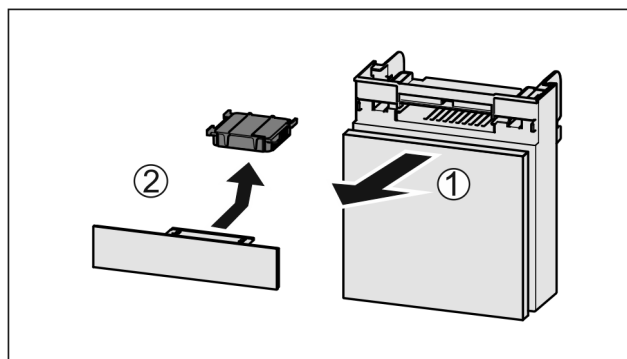

Fig. 134
- Dra ut Fig. 134 (1) lådan framåt.
- Ta ut Fig. 134 (2) aktivtkolfiltret.